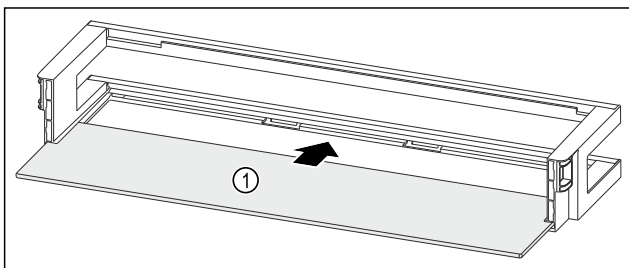

Fig. 94 Türabsteller mit Abstellfläche
- ▶ Abstellfläche Fig. 94 (1) in die seitlichen Einsparungen einschieben.